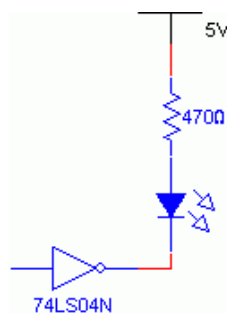
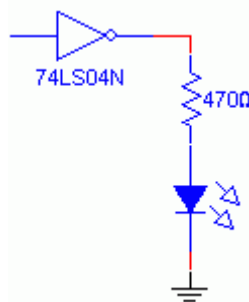

Figura 2 - Circuito apropriado para acender um LED.
Figura 3 - Circuito que não deve ser utilizado para acender um LED.
3 - No circuito da Figura 2, considere que a entrada da porta inversora (pode usar qualquer uma do CI 7404, consulte antes o seu *pinout*) é ligada a um interruptor do Digital Lab. Naturalmente, deverá efetuar também as ligações da fonte de +5 V tanto ao  $V_{CC}$  do CI como a um dos terminais na resistência, como mostra a figura, e ligar o GND da fonte ao pino de massa do CI.
4 - A Figura 3 apresenta um circuito alternativo que **não deve ser montado**.
- Tendo em consideração que um LED não acende se a corrente for muito baixa, se no circuito da Figura 3 a resistência fosse de 15 k $\Omega$ , haveria algum problema com o funcionamento da montagem, tendo em conta o propósito de acender o LED?
Como pode constatar, com exceção de alguns componentes adicionais para proteção do circuito, este corresponde exatamente ao circuito apresentado na Figura 2, e não ao circuito da Figura 3, pelos motivos expostos anteriormente.
- d) Para o circuito da Figura 2, tendo em consideração a corrente drenada pelo ramo do LED ( $I_{LED}$ ), determine, com base na lei dos nós de Kirchhoff, quantas entradas 74LS poderiam ser ligadas adicionalmente à saída da porta inversora 74LS sem ultrapassar os limites especificados pelo fabricante.